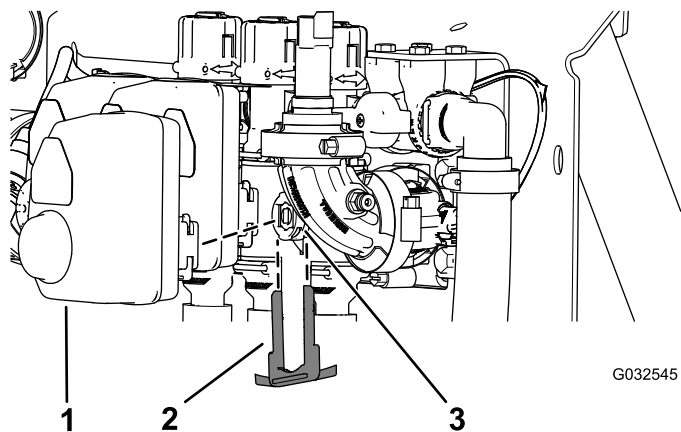

Figure 122
2. Retirez l'étrier qui fixe l'actionneur à la valve du collecteur pour la vanne de section ou la vanne d'agitation (Figure 122).